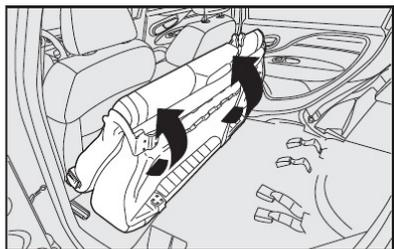

fig. 113
O banco traseiro bipartido em algumas versões, **fig. 113**, permite ampliar apenas parte do porta-malas, tendo a opção de rebater o banco individual ou duplo.
1) Rebatendo para trás o banco traseiro completo no sentido inverso das setas **fig. 113**.
Em seguida, rebater o banco traseiro inteiro para a frente, conforme as setas, de maneira a obter uma única superfície de carga **fig. 113**.